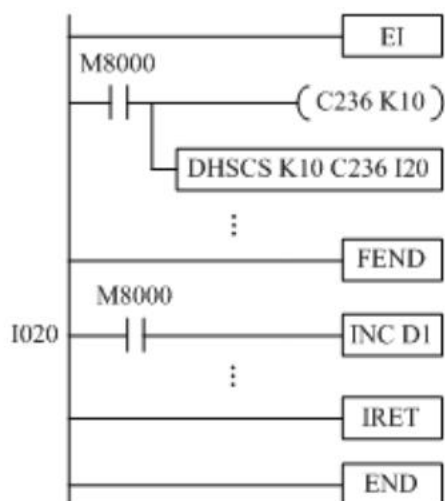

图 5.18 高速计数器中断示意梯形图
**例5.3** 中断指令的梯形图如图5.17和图5.18所示, 试解答:
- (1) 指出I001中断的含义, 并分析此中断的过程;
- (2) 指出I699中断的含义, 并分析此中断的过程;
- (3) 指出I020中断的含义, 并分析此中断的过程。
**解:** (1) I001表示X000为中断请求信号, 且上升沿有效。因此在允许中断区间, 如果输入X000从OFF→ON变化时 (上升沿), 则程序从主程序转移到标号为I001处, 开始执行中断服务程序1, 直至遇IRET指令时返回主程序。